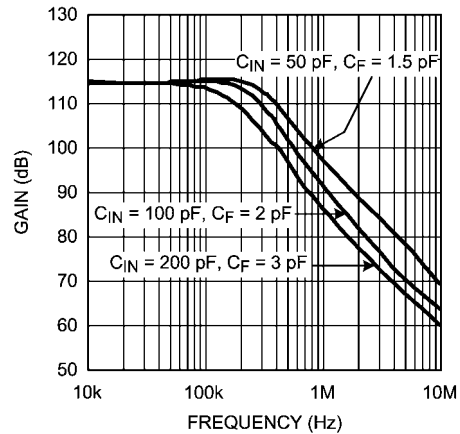

FIGURE 11. Frequency Response for  $A_{T1} = 470000$
LMV796 は、さまざまなトランスインピーダンス・ゲインとソース容量を持つ、各種のアンプの設計に用いられてきました。作成された回路のゲイン、帯域幅、帰還容量を Table 1 にまとめて示します。周波数応答については、Figure 11、12 に示します。帰還容量は、基板の寄生容量と帰還抵抗  $R_F$  が加わるために、式 (3) で得られるものとは若干異なります。